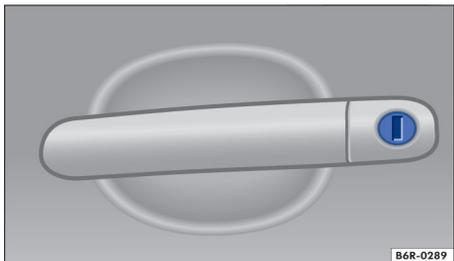

图 120 驾驶员侧车门拉手上的车门锁芯
- 将钥匙头或机械钥匙插入车门锁芯中 ⇒ 图 120，然后解锁或锁止汽车。